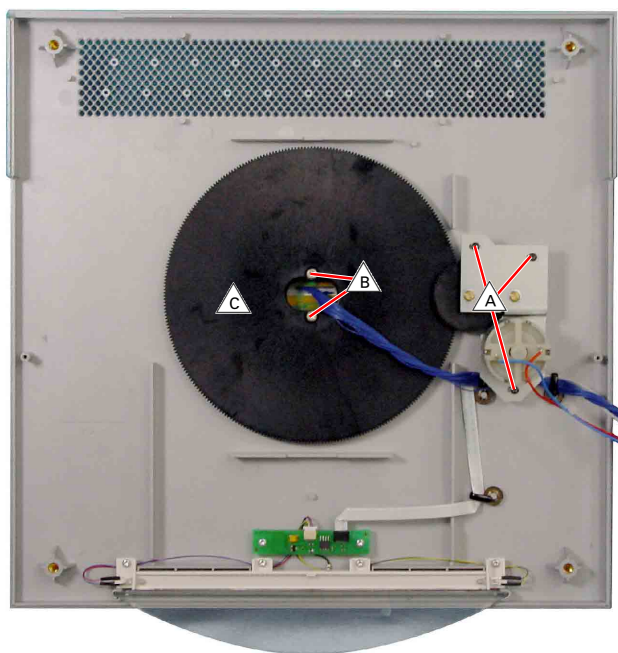

Fig. 11
10. Display ausbauen (Fig. 11)
10. Removing the Display (Fig. 11)